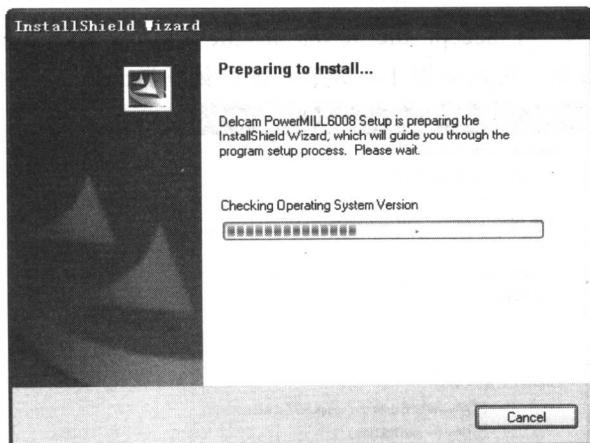

图1-1 准备安装界面
1. 将 PowerMILL 6.0 安装光盘放入光驱中, 系统将自动运行安装程序并进入如图 1-1 所示的准备安装界面。